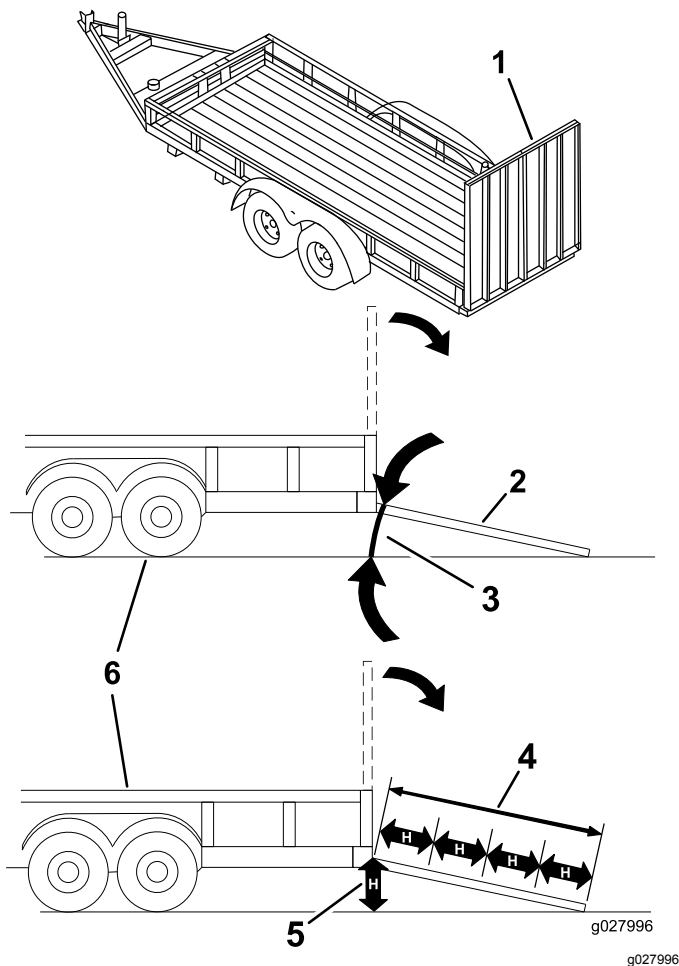

Figure 34
Le chargement de la machine sur une remorque ou un camion augmente le risque de basculement, et donc de blessures graves ou mortelles (Figure 34).
1. Abaissez la rampe pour que l'angle avec le sol ne dépasse pas 15 degrés (Figure 34).